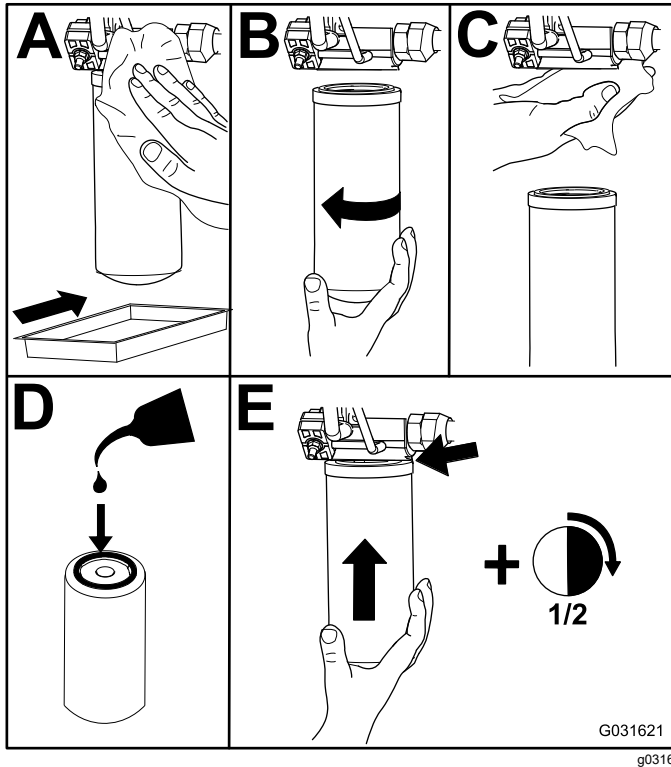

Figure 91
2. Remplacez le filtre hydraulique de charge au niveau du compartiment de levage hydraulique, comme montré à la Figure 91.
4. Reposez le filtre de retour sur le côté droit de la machine (Figure 91).